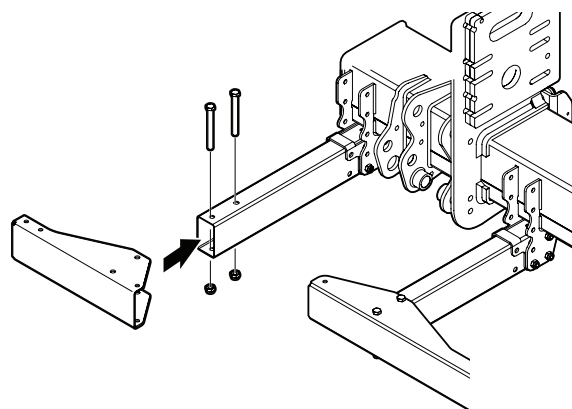

Bild 31. Montering av yttre plåtprofil
4. Montera de yttre plåtprofilerna med 2 skruvar M12x110 vardera. Se Bild 31.